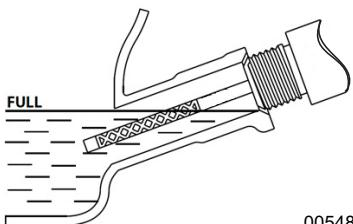

Figura 4-2. Rango de funcionamiento seguro
4. Para comprobar el nivel de aceite, inserte la varilla en la boca de llenado de aceite sin enroscarla. Consulte la **Figura 4-2**.
9. Para comprobar el nivel de aceite, saque el embudo e inserte la varilla en la boca de llenado de aceite sin enroscarla. Consulte la **Figura 4-2**.